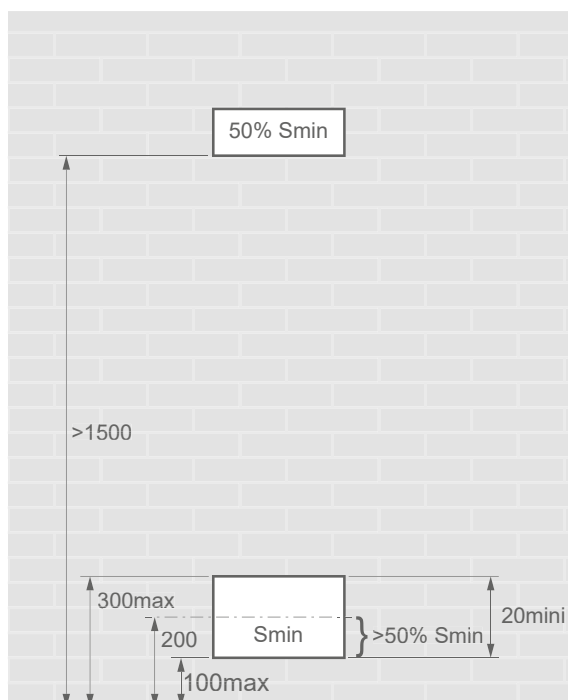

fig. 25 - Position des ouvertures pour la ventilation
- Le local bénéficie d'une aération naturelle vers une autre pièce dont la somme des volumes des deux pièces est supérieur à "charge totale fluide" (en kg) / 0.3kg/m³. Les aérations entre les deux pièces étant assurée par des ouvertures d'au moins : voir *fig. 25 et fig. 24*.